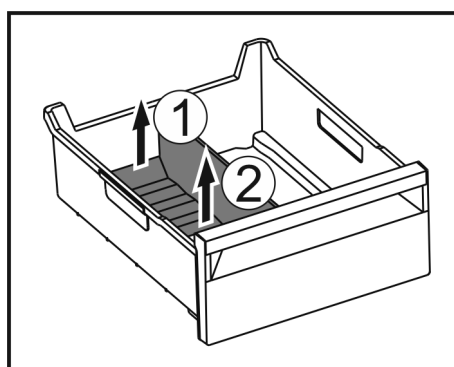

Fig. 165
- ▶ 提升冰格分隔器后部。 Fig. 165 (1)
- ▶ 向上取出冰格分隔器。 Fig. 165 (2)